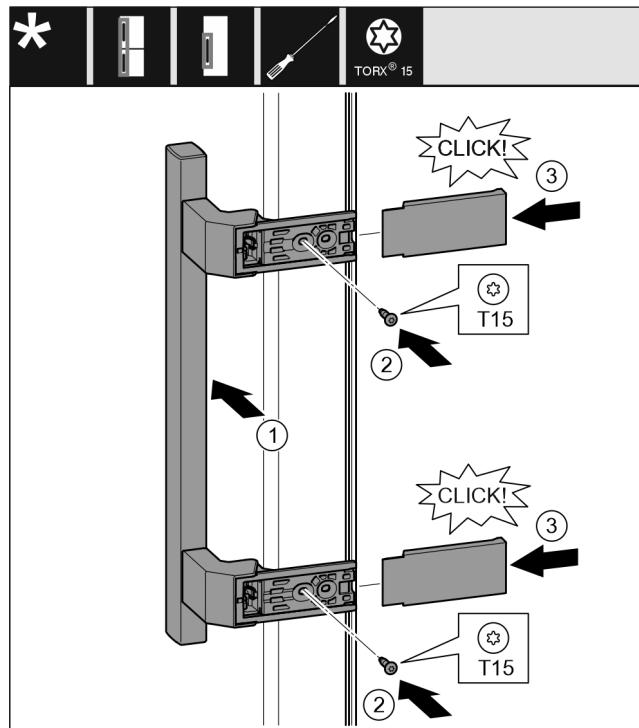

Fig. 38
- Установите ручку на противоположной стороне. Fig. 38 (1)
- Затяните винты отверткой T15. Fig. 38 (2)
- Установите крышки сбоку и надвиньте их. Fig. 38 (3)